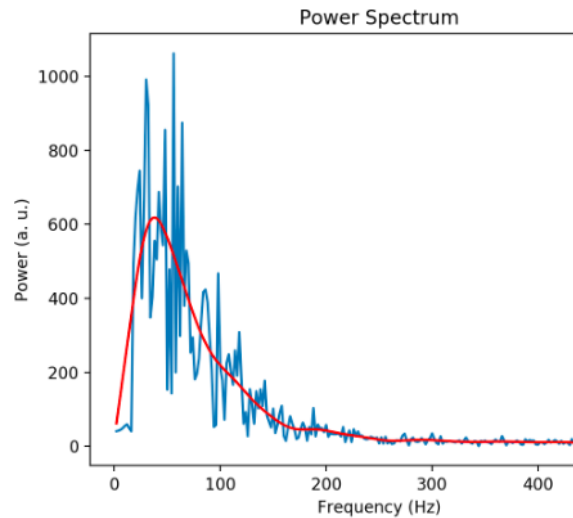

Abbildung 1.11: Auswahl von eines 0.5 Sekunden langen Intervalls nach Anwendung der Filter.
- (c) Filtern Sie die spektrale Leistungsdichte mit dem gleichen *butterworth* Filter, mit dem Sie auch die Einhüllende der Muskelaktivität berechnet haben und einer cutoff-Frequenz von 40 Hz. Das gefilterte Spektrum wird in Abbildung 1.11 gezeigt.